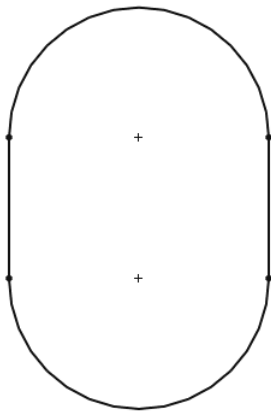

图 2-23 直线的切线弧
4) 单击“圆弧”属性管理器中的（确定）按钮，完成切线弧的绘制。图 2-23 所示为绘制的直线切线弧。